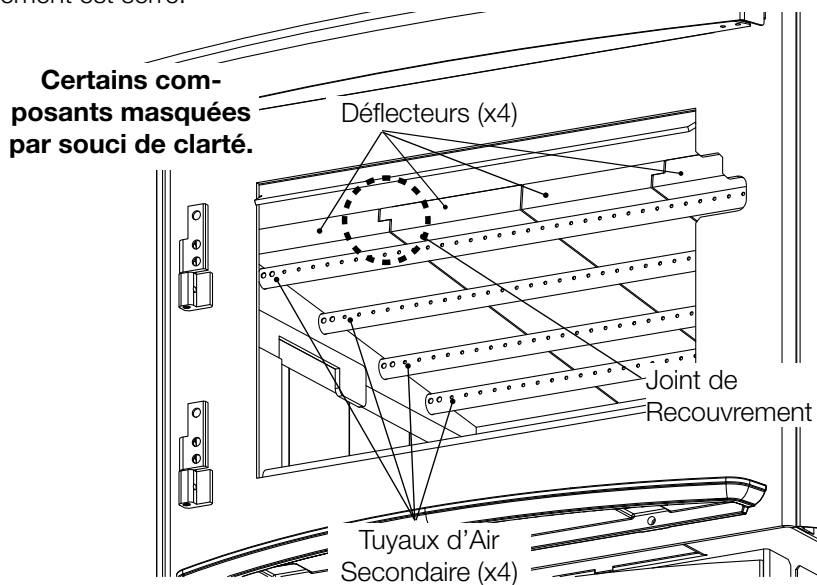

Fig. 4-6
- Faites pivoter soigneusement quatre déflecteurs en fibre «E» vers le haut sur les tubes d'air secondaire comme illustré (Fig. 4-6). Assurez-vous que les chicanes sont poussées complètement à l'arrière de la chambre de combustion, en laissant un espace d'au moins 1 pouce le long de l'avant. Cela permettra aux gaz de combustion de s'échapper de la chambre de combustion. Assurez-vous que le joint de recouvrement est serré.